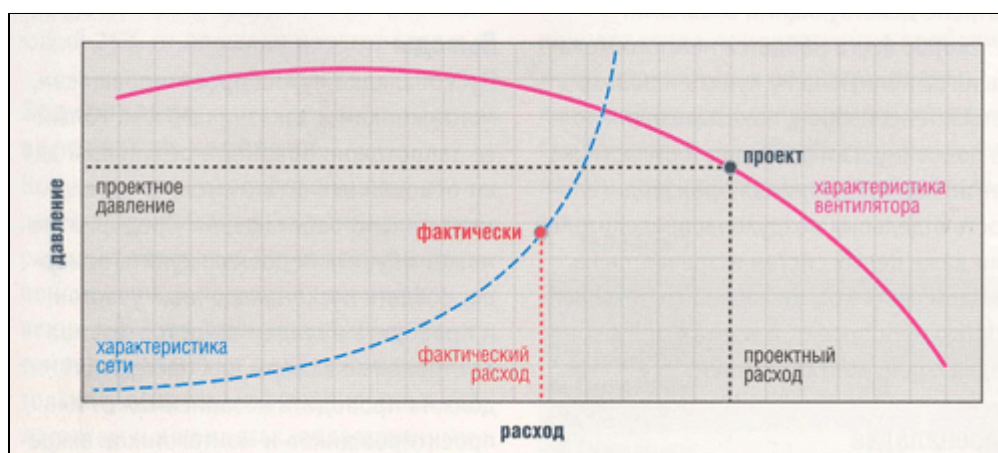

Рис. 4. Все не соответствует.
3. Все не соответствует (рис. 4)